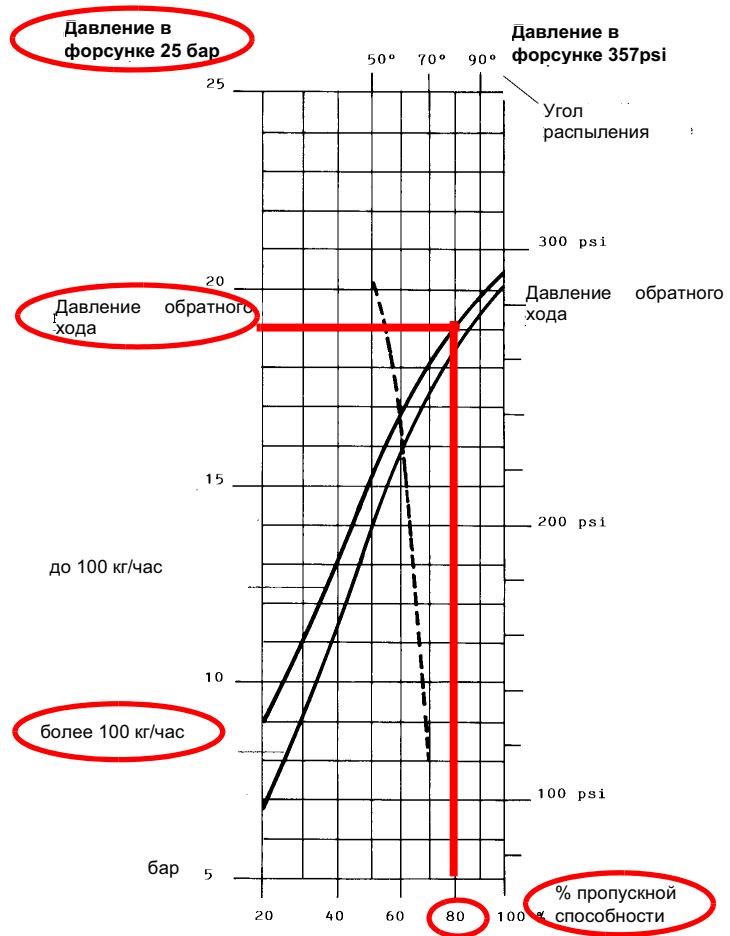
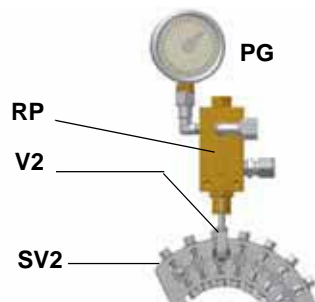
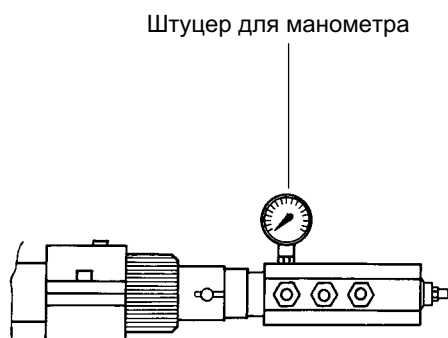

Рис. 32
Рис. 35
Рис. 36
**Пример** : 80% номинального расхода на форсунке можно получить, если установлены форсунки с расходом более 100 кг/час, при давлении на обратном ходе примерно равном 18 бар (см. график на Рис. 32).
- 9 Давление питания форсунки уже отрегулировано заранее на заводе-изготовителе и не должно изменяться. Только в случае необходимости, отрегулировать давление питания (см. соответствующий параграф) следующим образом: установить манометр в положение, указанное на Рис. 35, воздействовать на регулировочный винт **VR** насоса (см. Рис. 33) до получения на форсунке давления в 25 бар (форсунки Fluidics - см. график на Таб. 4 - Рис. 32);
- 10 для получения максимального расхода мазутного топлива регулировать давление (считывая значения на манометре PG), не изменяя при этом, уже отрегулированный, во время настройки работы на газе, расход воздуха (см. предыдущий параграф): все время проверяя параметры продуктов сгорания, воздействовать на винт варьируемого сектора, соответствующий мазутному топливу **SV2** (см. Рис. 35), но по достижении положения большого пламени.
- 13 Смещать кулачок **V** (малое пламя на мазутном топливе) в сторону минимальной мощности, с тем, чтобы сервопривод начал закрываться, до тех пор, пока два подшипничка не совместятся с регулировочным винтом, относящимся к самой низкой точке: закручивать винт **V2** для увеличения расхода, откручивать - для уменьшения, с целью получения значения давления, как на графике на Рис. 32, на основании требуемого расхода.
Давление питания форсунки уже отрегулировано заранее на заводе-изготовителе и не должно изменяться. Только в случае необходимости, отрегулировать давление питания (см. соответствующий параграф) следующим образом: установить манометр в положение, указанное на Рис. 36, воздействовать на регулировочный винт **VR** насоса (см. Рис. 33) до получения на форсунке давления в 25 бар (форсунки Fluidics - см. график на Рис. 32);